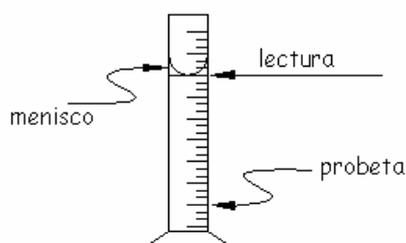

Figura 2
- 1.1 Mide con la probeta 5 mL de agua. Para medir correctamente el volumen de un líquido, la lectura se hace en la parte inferior del menisco (Figura 2).